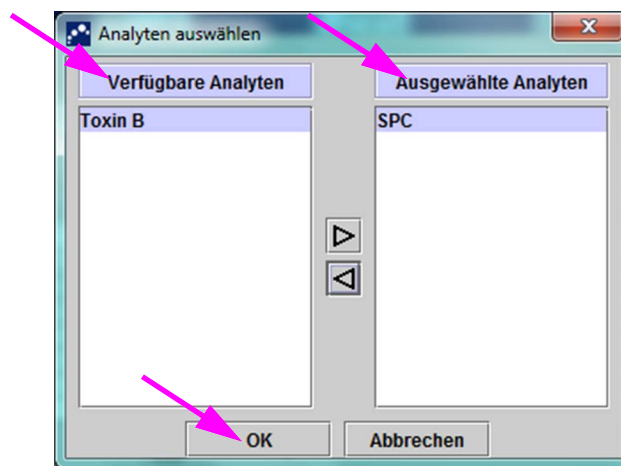

Abbildung 6-3. Dialogfeld „Analyten auswählen“
- **Schaltfläche Analyten auswählen** – Wählen Sie die Analyten aus. Drücken Sie die Schaltfläche **Analyten auswählen**, um die für diesen Assay geeigneten Analyten anzuzeigen. Das Dialogfeld „Analyten auswählen“ wird angezeigt. Siehe Abbildung 6-3.